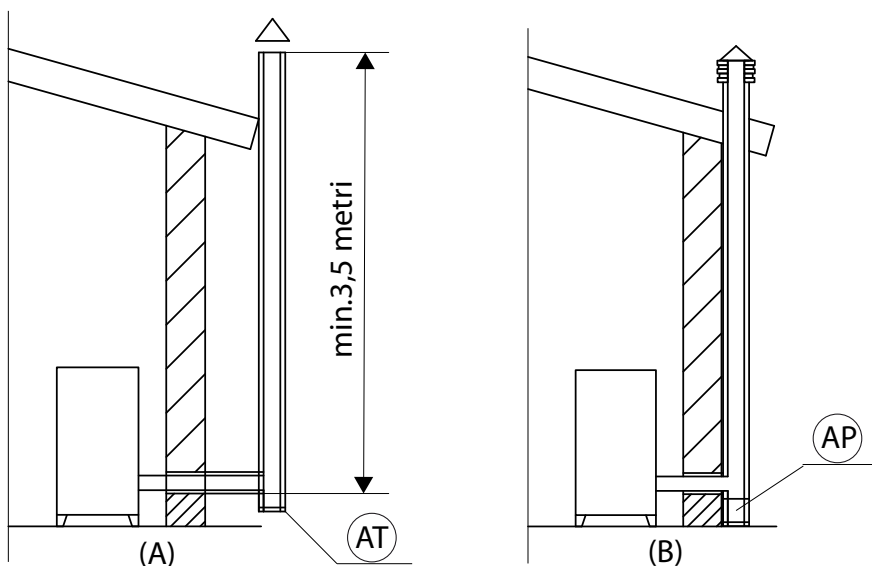

FIGURE 1 - CONDUIT DE FUMÉES
Un simple puits en ciment doit être raccordé de manière appropriée. Dans les deux cas, prévoir un bouchon d'inspection (AT) ou une trappe d'inspection (AP) - FIG. 1.